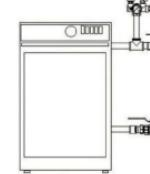

Рис.3
4.3 Расширительный бак защищаемой системы рекомендуется присоединять к свободному резьбовому патрубку группы безопасности (Рис.3). Если расширительный бак к группе безопасности не подключается, свободный резьбовый патрубок должен быть заглушен пробкой.